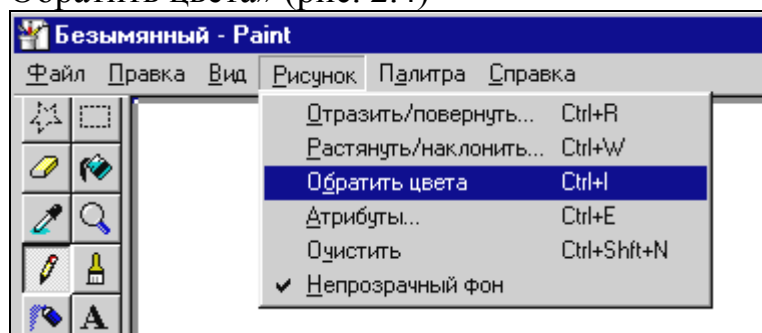

Рис. 2.4. Команды инвертирования в окне редактора Paint
5. Для удобства последующей печати, графическое изображение на черном фоне можно инвертировать (в первую очередь это относится к временным диаграммам, представленным в блоке Score). Для этого в верхней части окна редактора Paint выбрать команду «Рисунок → Обратить цвета» (рис. 2.4)